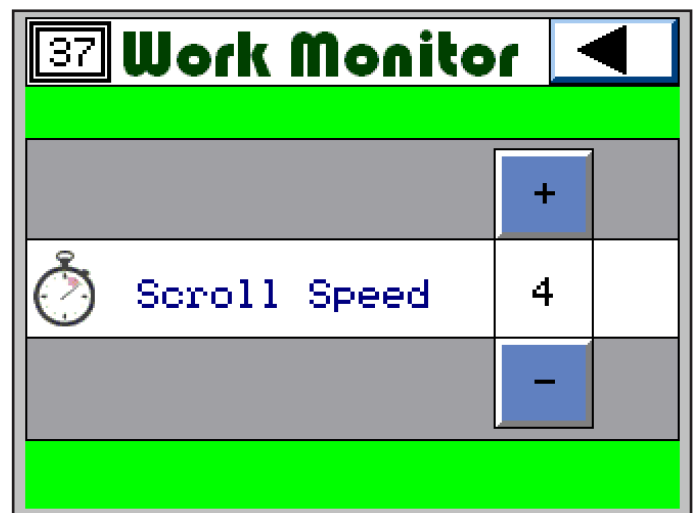

Fig. 5
Tenendo premuto il pulsante (B) per alcuni secondi si accede alla pagina per la regolazione della velocità di scorrimento (Fig. 5), più è basso il valore più sarà veloce lo scorrimento delle file [min. 1 - max. 9].
Press the (B) button for a few seconds to enter the Scroll speed setup page (Fig. 5): the lower the number is, the faster will be the scroll speed [min. 1 - max. 9].
Appuyez le bouton (B) pour quelques instants pour régler la vitesse d'hochement (Fig. 5), plus le valeur est bas, plus l'hochement des rangs est vite [min. 1 - max. 9].
Manteniendo pulsado el botón (B) durante algunos segundos se accede a la página para la regulación de la velocidad de desplazamiento (Fig. 5), cuanto más bajo sea el valor, más rápido será el deslizamiento de las hileras [mín.1 - máx. 9].